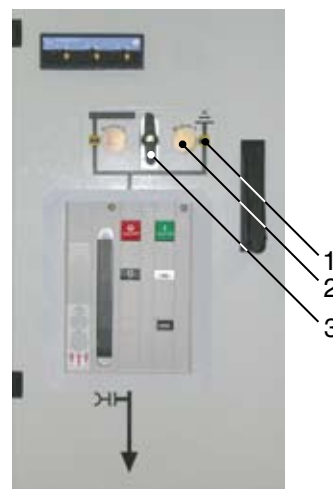

Рис. 6.2.4. Блок управления ручного привода 1, вид на закрытую дверь аппаратного шкафа
Ручные приводы (рис. 6.2.4 и 6.2.5) задействуются при закрытой двери аппаратного шкафа. Соответствующее отверстие (2) для крепления рукоятки освобождается вращением селекторного рычага (3). Положение переключения отображается механически (1). Чтобы предотвратить ошибку в управлении, ручные приводы механически заблокированы от соответствующего силового выключателя.